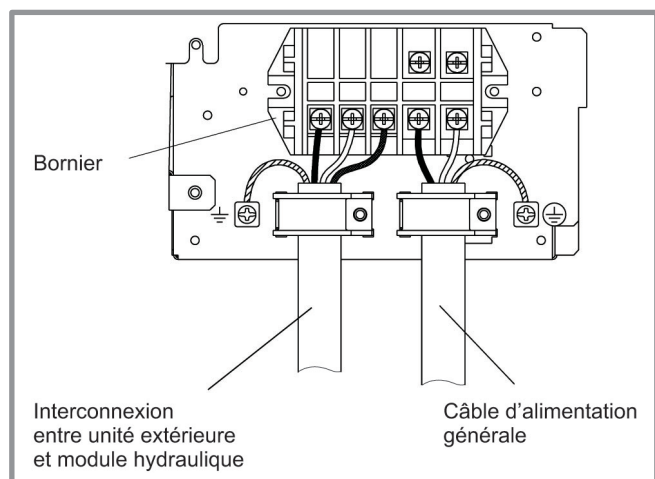

figure 34 - Connexions au bornier de l'unité extérieure
- Effectuer les raccordements suivant le schéma (figure 34).